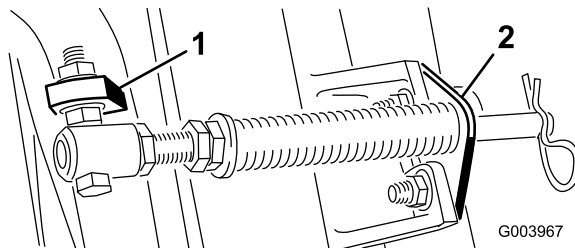

Bild 5
- D. Montieren Sie die Stangenhalterung mit den Schlossschrauben und Muttern an den Mähwerksnasen (Bild 5).